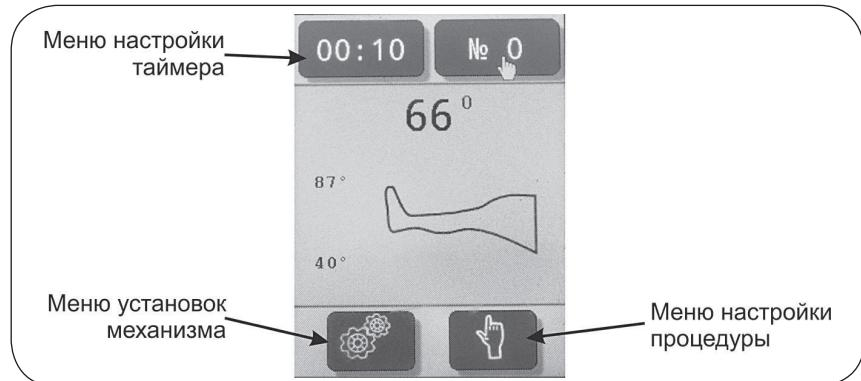

Рисунок 7.4 – Дисплей режима готовности
7.2 Дисплей режима готовности (см. рис. 7.4):
После однократного нажатия любой кнопки Аппарат перейдет в режим «Пауза», о чем сообщает мигающая в зоне С пульта управления иконка . В данном режиме дисплей переходит в состояние выбора меню (см. рис. 7.4): иконки панели становятся активными и появляется возможность оперативно изменить (корректировать) режим работы аппарата.